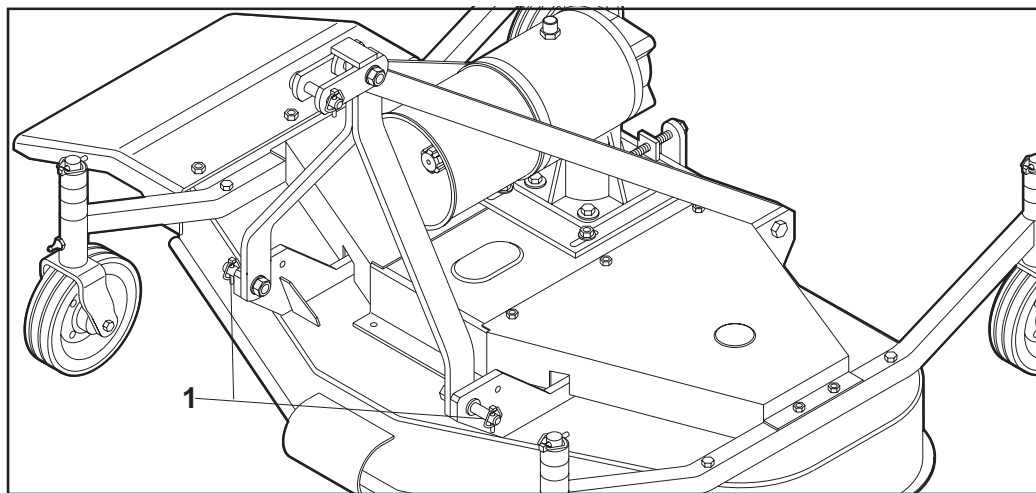
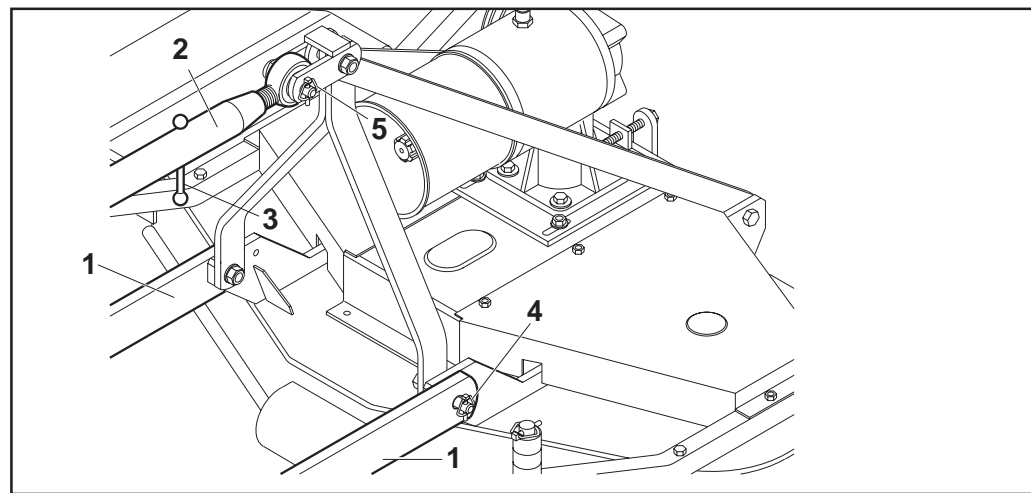

Fig. 6
Fig. 7
- Con perni già inseriti (1 Fig. 6), accostare le barre parallele del trattore (1 Fig. 7) all'esterno delle piastre ed inserirle nei perni, bloccando il tutto con le copiglie a scatto (4 Fig. 7).
- Collegare il terzo punto superiore con l'apposito tirante (2 Fig. 7) ed effettuare una corretta regolazione - perfettamente allineato con il terreno tramite la leva (3 Fig. 7) verificando che il piano della
- With the pins already inserted (1 Fig. 6), near the parallel tractor links (1 Fig. 7) to the outer side of the plates and fit them on to the pins, locking the parts together with the snap pins (4 Fig. 7).
- Connect the top link to the relative rod (2 Fig. 7) and correctly adjust to achieve perfect alignment with the ground by means of the lever (3 Fig. 7).
- Mit schon eingesteckten Bolzen (1 Abb. 6) die Unterlenker des Traktors (1 Abb. 7) auf die Außenseite der Platten bringen und sie in die Bolzen stecken, um dann alles mit den einrastenden Sicherheitssplinten (4 Abb. 7) zu befestigen.
- Den Oberlenker mit der Zugstange (2 Abb. 7) verbinden und eine korrekte Einstellung vollkommen parallel zum Gelände mit dem Hebel (3 Abb. 7) vornehmen, wobei zu prüfen ist, daß die
- Avec les axes déjà insérés (1 Fig. 6), approcher les bras inférieurs du tracteur (1, Fig. 7) à l'extérieur des plaques et les introduire dans les axes, en bloquant l'ensemble avec des goupilles (4 Fig. 7).
- Atteler le troisième point supérieur avec le triant prévu (2, Fig. 7) et effectuer un réglage correct - parfaitement aligné avec le sol au moyen du levier (3 Fig. 7) en vérifiant que le plan de la
- Con los pernos ya insertados (1 Fig. 6) arrimar las barras paralelas del tractor (1 Fig. 7) al externo de las placas e introducir las en los pernos, bloqueando todo el conjunto con los pasadores de disparo (4 Fig. 7).
- Conectar el tercer punto superior con el correspondiente tirante (2 Fig. 7) y efectuar una correcta regulación, perfectamente alineado con el terreno mediante la palanca (3 Fig. 7) controlando que el pla-